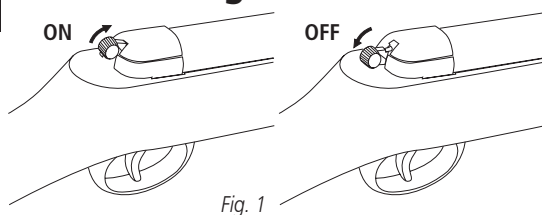

Fig. 1
- Para ubicarlo en la posición "ON", empuje el botón de seguridad hacia adelante. En esta posición el gatillo no puede ser presionado y el arma no puede dispararse. (Fig.1)
- Para reubicar el botón en la posición "OFF", se debe presionar hacia atrás. En esta posición el arma esta lista para disparar (Fig.1)
CUIDADO: Hasta que usted no esté listo para disparar, mantenga el botón de seguridad en la posición "ON" (Fig.1).